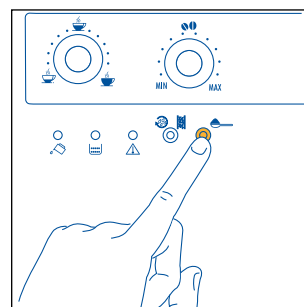

Fig.18
1. Druk op de knop  om de functie voorgemalen koffie te selecteren (fig. 18). Het controlelampje in de knop brandt om aan te geven dat de functie werd geselecteerd en de koffiemaler werd uitgesloten.